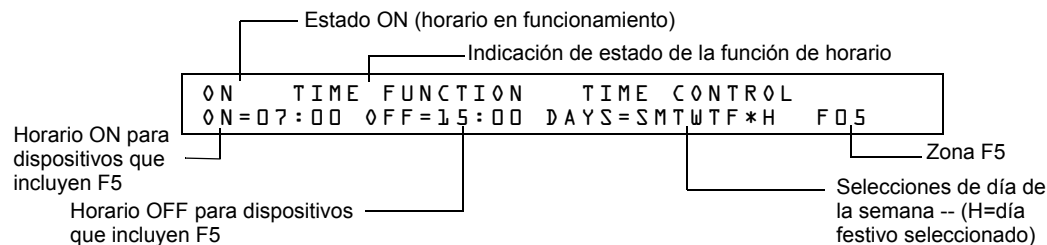

Figura A.4 Ejemplo de Estado de lectura para función de horario
El control horario está activo para todos los días de la semana detallados en F5 o F6. Los días festivos detallados en F7 quedan excluidos a menos que incluya Holidays (H) en la selección del día de la semana de F5 y F6 -- (se muestra en Figura A.4). Ingrese las funciones de horario en formato de 24 horas- con el horario OFF (desactivado) más tarde que el horario ON (activado). Después de cambiar la programación usando el control horario, siempre reinicie el panel de control.